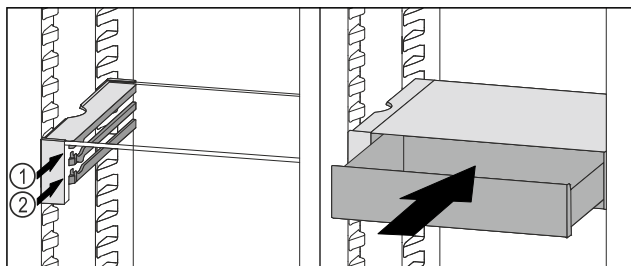

Fig. 126
- ▶ Predal VarioSafe namestite za zaustavljalnimi elementi na zeleni nastavek Fig. 126 (1) ali Fig. 126 (2).